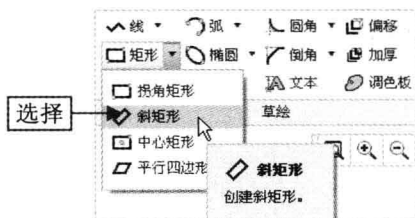

图 2-35 选择“斜矩形”选项
Step 02 在“功能区”选项板中切换至“草绘”选项卡，单击“草绘”面板中“矩形”右侧的下拉按钮，在弹出的下拉列表中选择“斜矩形”选项，如图 2-35 所示。